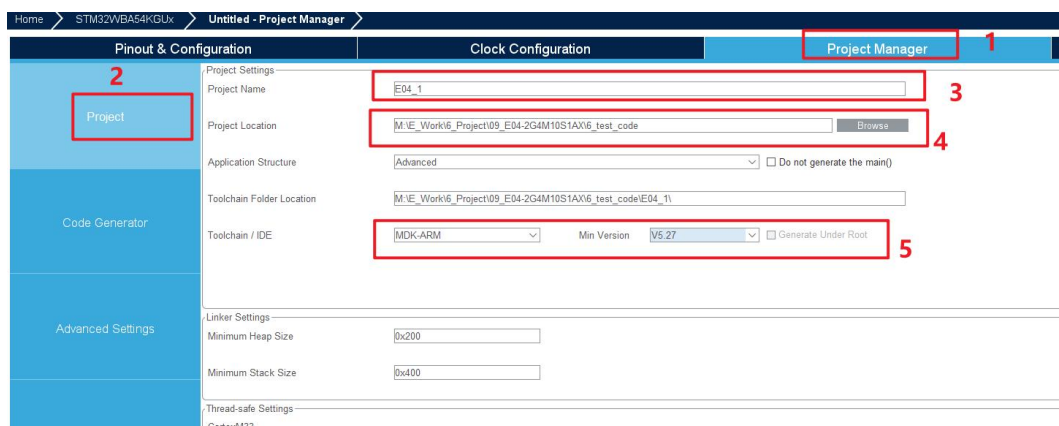
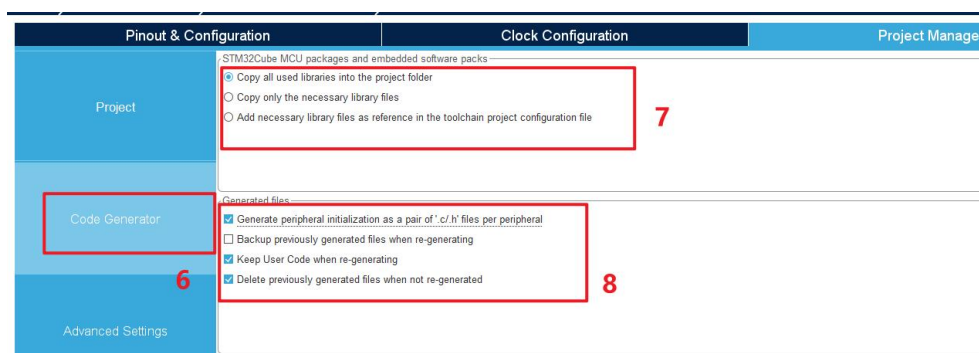

图 5.18
图 5.19
16. 配置项目管理。按照如图 5.18 和图 5.19 所示进行配置，注意“序号 4”的路径不要有中文路径。